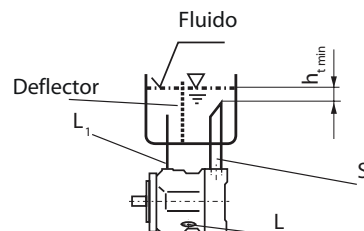

fig. 5
b) Montaje debajo del depósito: puertos de tubería "L" y "S" según fig. 5, "L" cerrado.